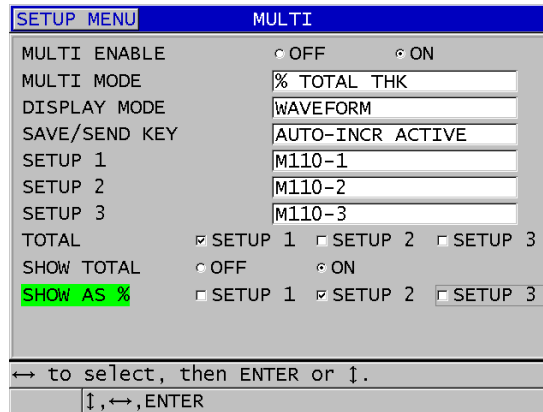

Figura 7-10 Configurar os parâmetros de multimedição no modo % total thickness
2. Na tela **MULTI** (Figura 7-10 na página 126):